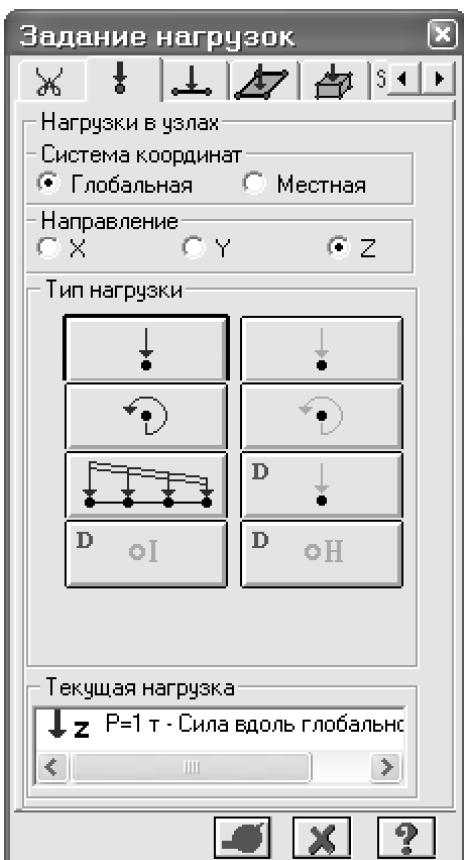

Рис.2.11. Диалоговое окно
➤ Из меню **Нагрузки** ⇒ **Нагрузка на узлы и элементы** (кнопка  на панели инструментов) вызовите диалоговое окно **Задание нагрузок** (рис.2.11).
- В диалоговом окне **Задание нагрузок** (рис.2.11) активизируйте закладку **Нагрузки на пластины** (по умолчанию указана система координат **Глобальная**, направление – вдоль оси Z).